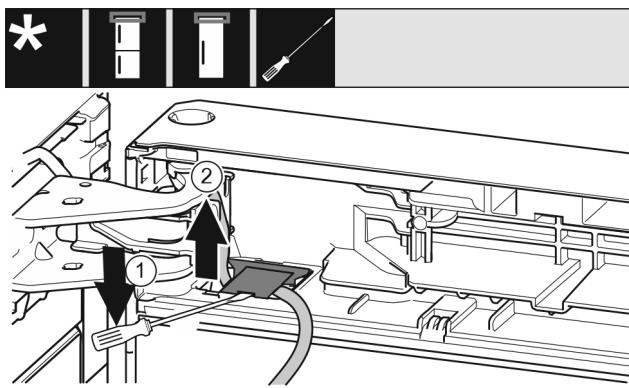

Fig. 8
- З допомогою шліцевої викрутки підняти і витягнути кришку. Fig. 8 (1)
- Витягніть кабель. Fig. 8 (2)